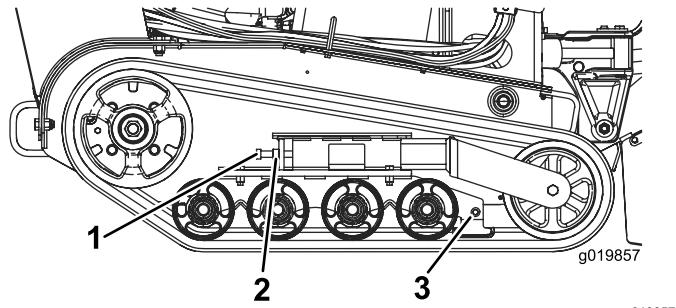

図 48
3. クローラのテンションボルトとテンションアームのクランプボルトのジャムナットをゆるめる **図 48**。
4. テンションボルトを 32.5-40 N·m 3.3-4.2 kg.m = 24-30 ft-lb にトルク締めする **図 48**。
4. テンションボルトとジャムナットをゆるめる図48。